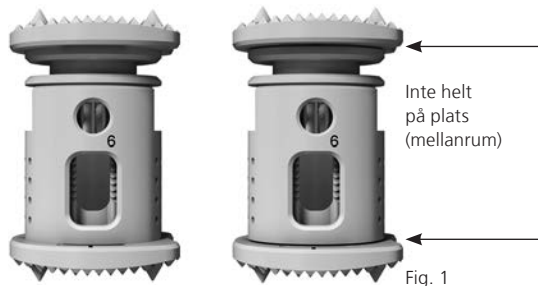

Fig. 1
- När du trycker på ändplattorna, se till att ändplattan vilar ordentligt på den centrala stommen. Detta kan kontrolleras visuellt. Om ändplattan inte sitter ordentligt finns det risk för att den lossar från den centrala stommen (se fig. 1).